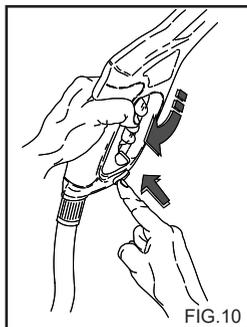

FIG.10
- Quand le nettoyeur haute pression n'est pas utilisé, fermer le dispositif de sécurité de la poignée. (fig.10).